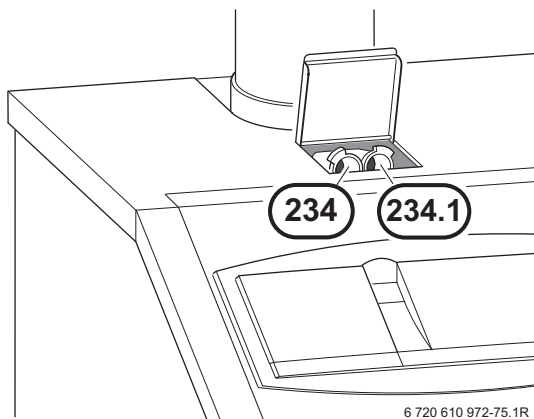

Fig. 87
- ▶ Rimuovere il tappo della presa di analisi aria comburente (234.1), (fig. 87).
- ▶ Rimuovere il tappo della presa di analisi combustione gas (234), (fig. 87).
- ▶ Riapplicare il tappo di chiusura alla prese di analisi (234).